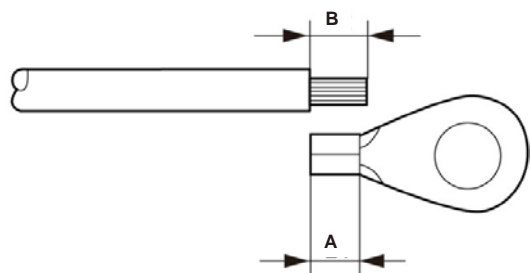

Figura 3.15 Comprimento adequado
3) Corte o isolamento do cabo terra para um comprimento adequado (consulte a Figura 3.15).